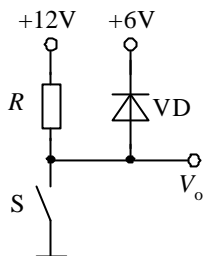

图 1-16 钳位电路
(2) 钳位电路 二极管的钳位作用是指利用二极管正向导通压降相对稳定, 且数值较小 (有时可近似为零) 的特点, 来限制电路中某点的电位。例如图 1-16 中, 二极管的钳位作用使  $V_o$  被限制  $0 \sim 6V$  范围内。当开关  $S$  断开时, 由于二极管正向偏置, 若忽略其正向导通压降, 阳极电位  $V_o$  被钳制在  $6V$ ; 当开关  $S$  闭合时, 二极管截止,  $V_o$  为零伏。